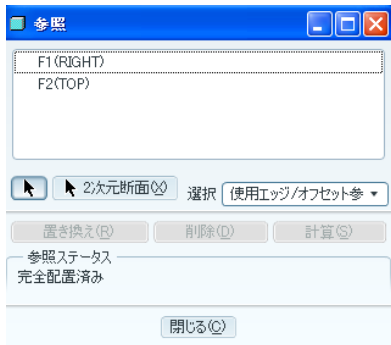

図 3-86 参照 (a)
- 次にメインバーの「**スケッチ**」から「**参照**」を選択すると図 3-86(a)が表示される。参照として、F1(RIGHT)と F2(TOP)の2本の軸が選択されている。